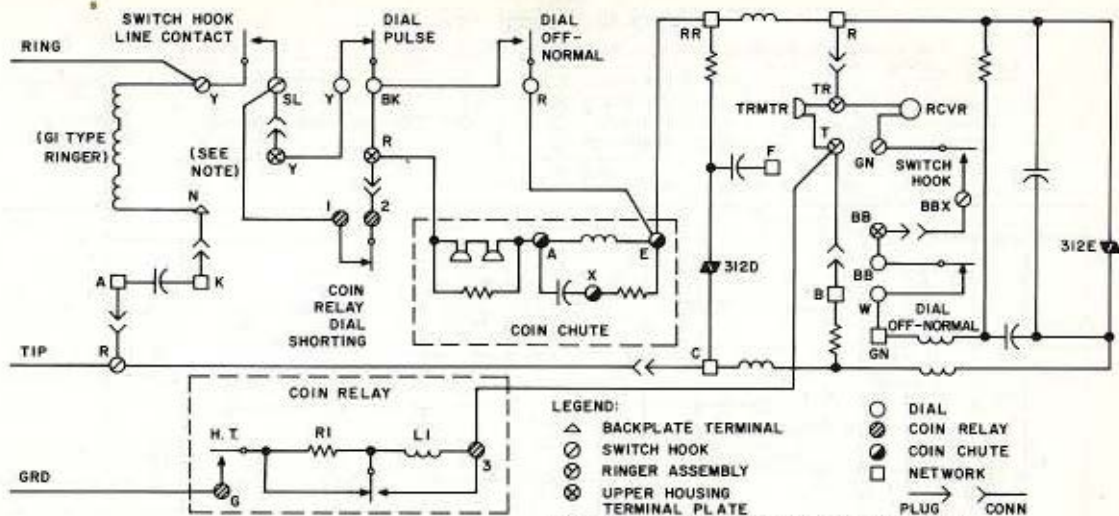

Fig. 13 - 236G Coin Collector
- Fig. 13 — 236G Coin Collector